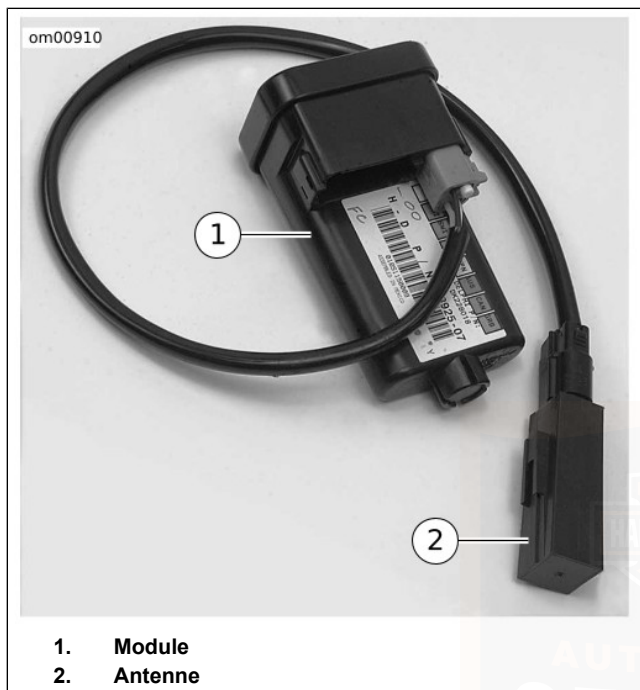

Figure 16. Module du système de sécurité Smart avec antenne
Voir la Figure 16. Le système de sécurité Smart de Harley-Davidson (H-DSSS) inclut un module de sécurité à mains libres (HFMS) (1) et une antenne à mains libres (2) montés sur la moto, et un porte-clés à mains libres **conservé** par le conducteur/passager.